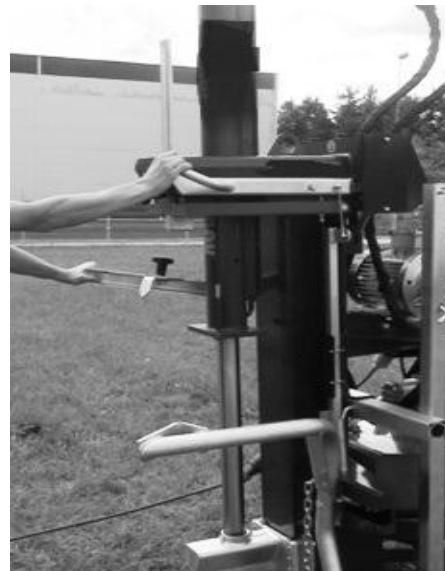

Bild 9
- Den Hub des Schubzylinders nach unten einschalten (Bild 9), was einen Hub des Zylinders nach oben verursacht, bis die Schrauben (2) aus der Einspannkonsole herausragen (Bild 10).